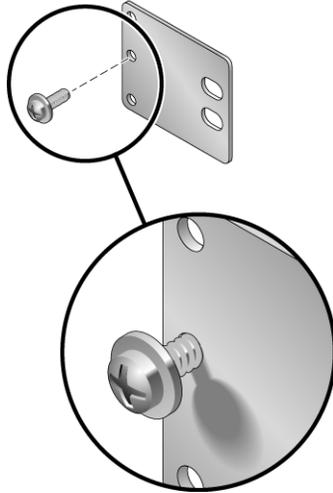

ABBILDUNG 4-5 Anbringen einer Schraube in der mittleren Rack-Position an der Rückplatte
- a. Setzen Sie eine der M5 × 10 SEM-Schrauben pro Rückplatte locker in eine der drei Positionen an der Rückplatte ein (ABBILDUNG 4-5).
Die Position ist von der Stärke der jeweiligen Schiene im Rack abhängig. So zeigt beispielsweise ABBILDUNG 4-5 die Position der Schraube in der Rückplatte für die mittlere Rack-Position.